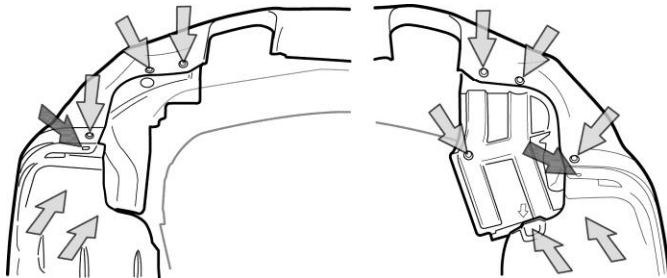
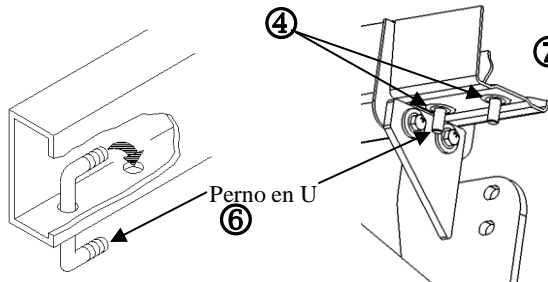
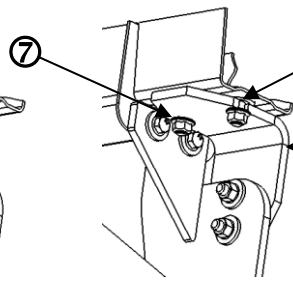

Figura 3
Figura 4
Figura 5
2. Retire los paneles de apariencia de cada lado al quitar los pasadores a presión y los pernos M6 como se muestra en la **figura 3**, para acceder a los largueros del bastidor del vehículo. Devuelva los paneles y los tornillos al propietario del vehículo.
3. Retire el gancho de remolque del larguero del bastidor del lado del conductor mediante la eliminación de (4) tornillos M10. Devuelva el gancho de remolque y los tornillos al propietario del vehículo.
5. En el lado del pasajero, retire y deseche (2) pernos hexagonales M8 del reborde inferior en el extremo del larguero del bastidor (situado justo atrás del soporte del colgante del escape) como se muestra.
9. Instale el perno de U como se muestra en la **figura 4** y deslice las arandelas cónicas sobre el perno para actuar como espaciadores. Péguelas en su lugar hasta que el soporte se instale, vea la **figura 5**.